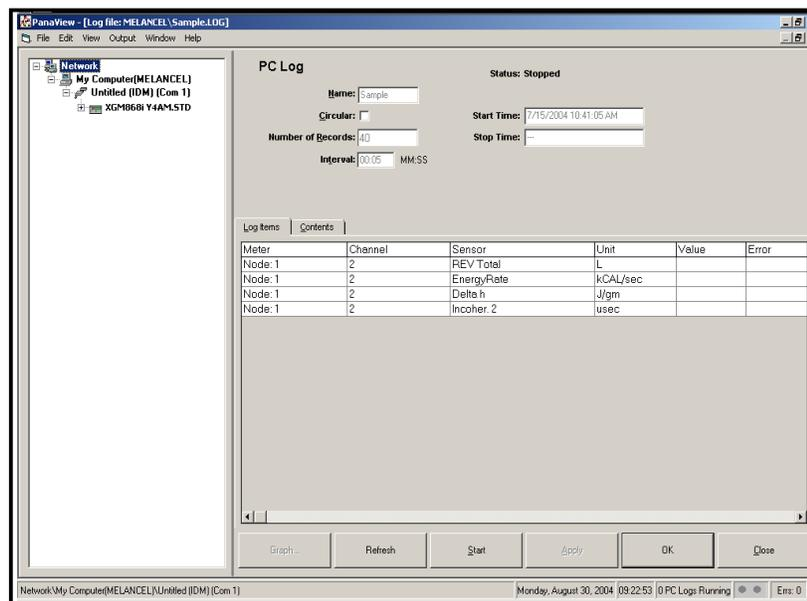

Figure 18 : Fenêtre du journal de PC
6. Ensuite la fenêtre *Journal de PC* illustrée à la Figure 18 s'affiche, cochez la case dans la zone de texte pour créer un *journal cyclique*, ou laissez cette case vide pour créer un journal linéaire.
7. Entrez un *intervalle* d'échantillon dans la zone de texte illustrée à la Figure 18.